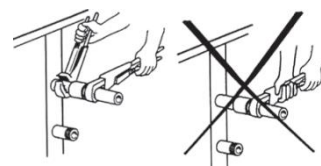

Рисунок 1 - Подключение водяного теплообменника
- 2.1.6 При подключении теплообменника необходимо придерживать его патрубки при помощи трубного ключа (Рисунок 1).
- 5.1.3 Подключите водяной нагреватель (если предусмотрен). При подключении водяного нагревателя придерживайте патрубки при помощи трубного ключа как показано на рисунке (Рисунок 1). Подключение водяного нагревателя к тепловой сети должно осуществляться через смесительный узел. В прямой линии смесительного узла обязательна установка сетчатого фильтра.